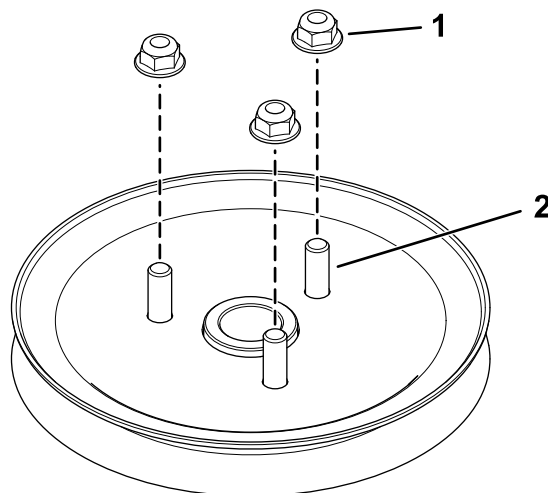

Figura 9
3. Instale provisionalmente las 3 tuercas en los espárragos (Figura 9).